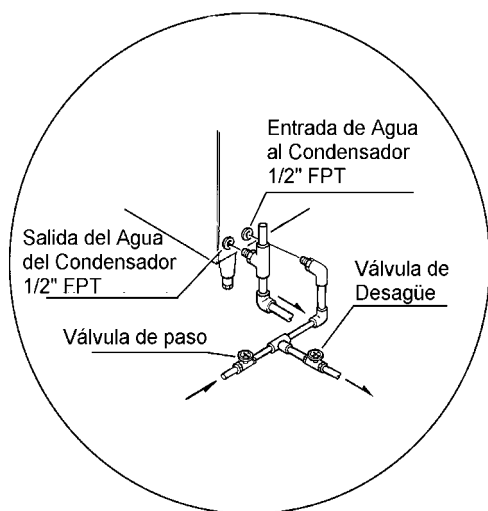

Fig. 2
- 7) Retirar la Guía de Cubos y la Tubería de Rebose para desaguar el Depósito de Agua (Ver Fig. 2).